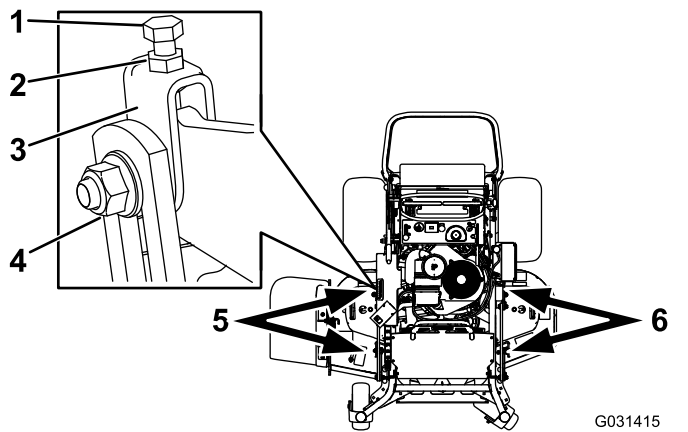

Figura 82
- Afloje la tuerca lateral y la contratuerca de las horquillas que desea ajustar (Figura 82).
2. Gire el perno superior de las horquillas para ajustar la altura de la carcasa de corte (Figura 82).